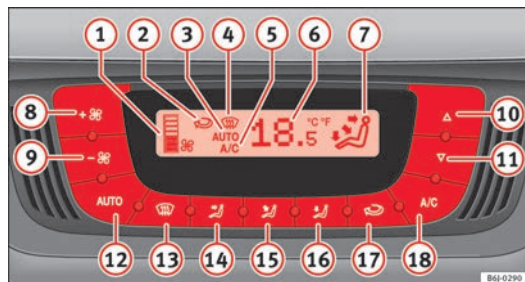

Fig. 96 Mandos del Climatronic en el tablero de instrumentos
- Pulse las teclas ⑩ y ⑪ ⇒ fig. 96 para ajustar la temperatura.
- ① Indicador del nivel del ventilador.
- ② Indicador de la función de recirculación de aire
- ③ Indicador **AUTO** (Funcionamiento automático)
- ④ Indicador de desempañado
- ⑤ Indicador AC (Refrigeración conectada)
- ⑥ Indicador de la temperatura interior seleccionada
- ⑦ Indicador de la dirección del caudal de aire
- ⑧ Aumento de la velocidad del ventilador
- ⑨ Disminución de la velocidad del ventilador
- Pulse la tecla **AUTO**. Se visualiza la indicación $\Rightarrow$ fig. 96 **3**.
- Pulse las teclas **10** y **11** $\Rightarrow$ fig. 96 para ajustar la temperatura deseada en el habitáculo. Se recomienda ajustar una temperatura de 22°C (72°F).
- Pulse una de las teclas $\Rightarrow$ fig. 96 **14** a **16** o presione el regulador del ventilador **8** y **9**. Se apaga la indicación **3**.
El ventilador puede ajustarse por medio de las teclas **8** y **9** $\Rightarrow$ fig. 96. Si el ventilador está apagado (en la pantalla no se indica ningún nivel **1**) y si transcurrido 1 segundo se vuelve a pulsar la tecla **9**, se apaga el Climatronic.
- Pulse la tecla  para conectar o desconectar la recirculación de aire. Está conectada si aparece el símbolo  → fig. 96 en la pantalla.